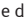

Abb. 6 Heckklappe: Haltegriff
Die Öffnung der Heckklappe erfolgt über ein elektrisches System*. Die Aktivierung erfolgt durch leichten Druck am Haltegriff »» **Abb. 6**.
- Heckklappe öffnen: drücken Sie leicht auf den Haltegriff » Abb. 6. Es öffnet sich selbst-tätig.